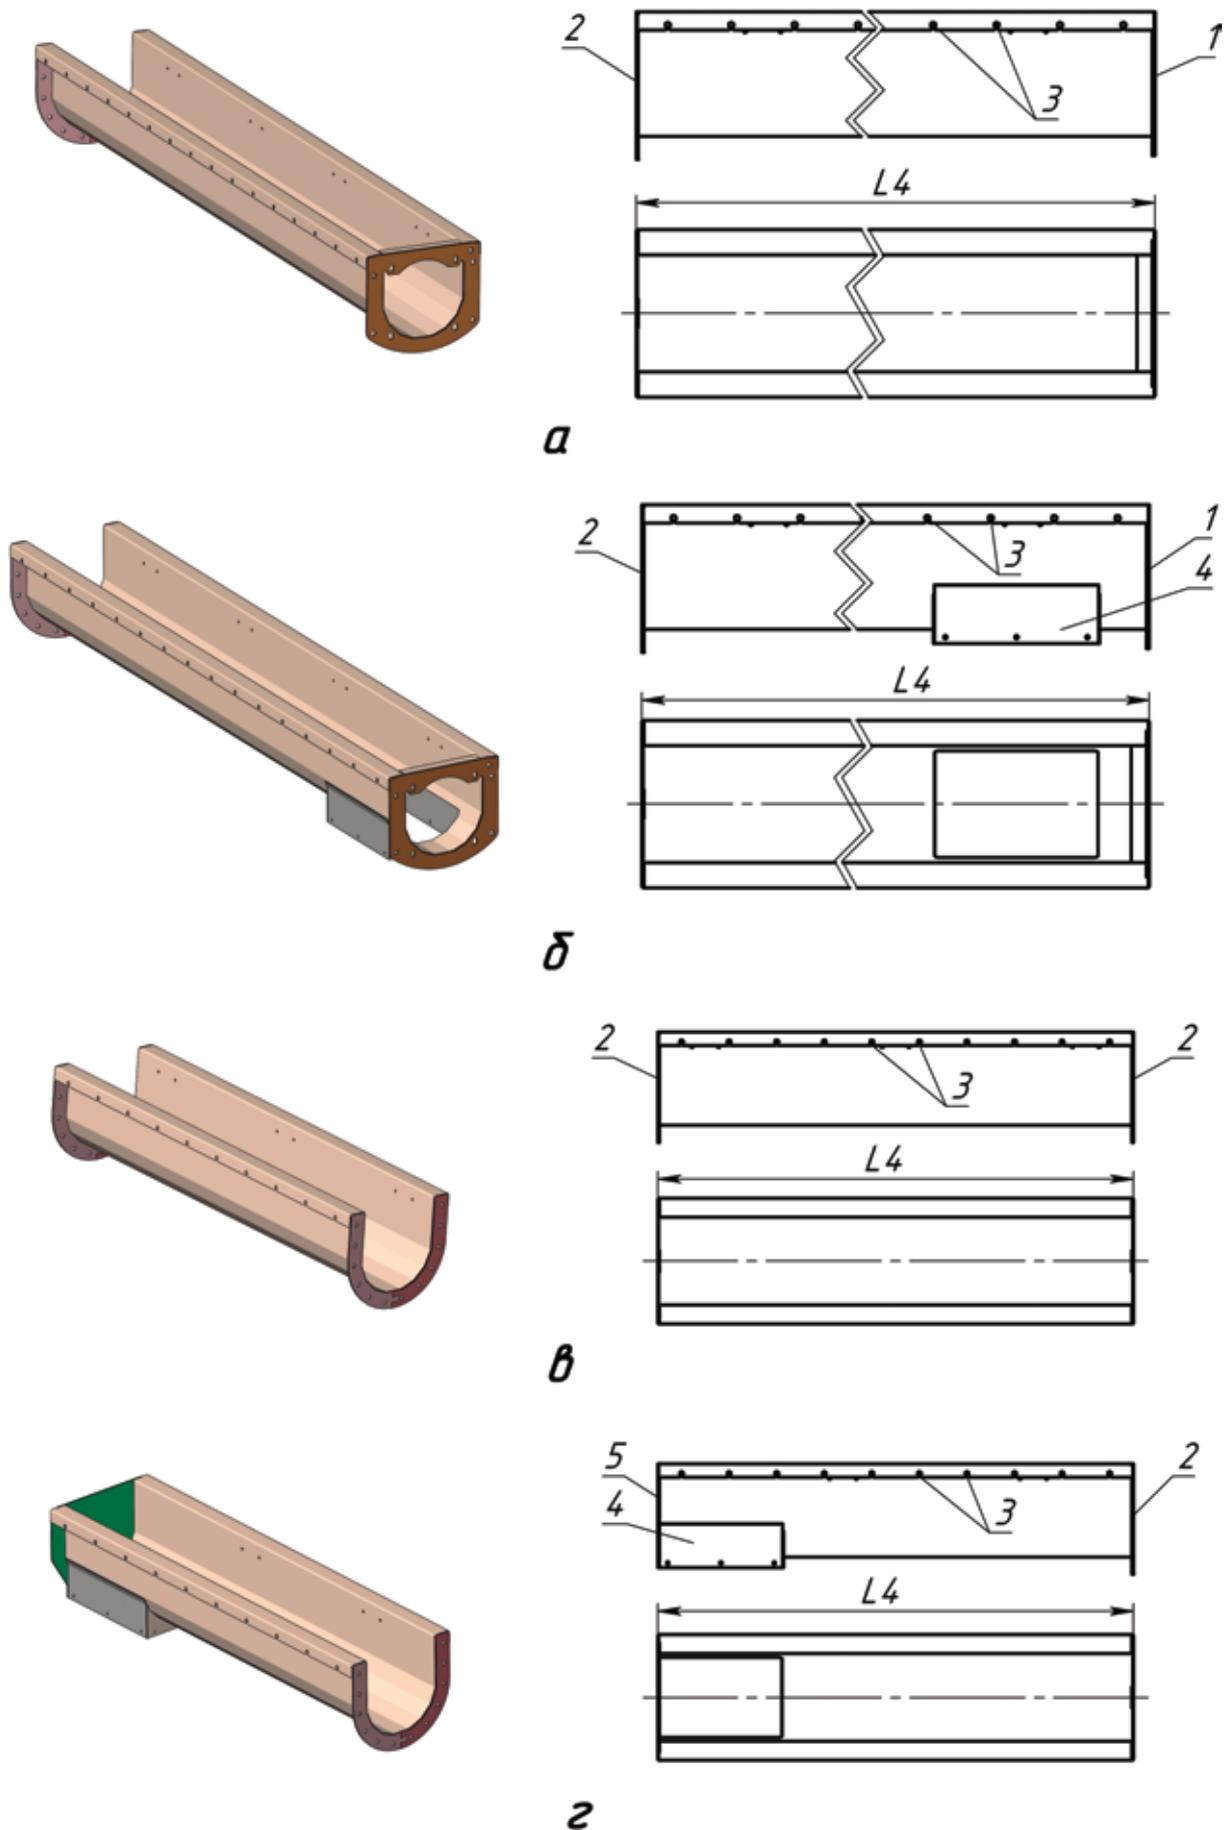

Рис. 4. Секции корпуса конвейера: а – приводная; б – приводная с выгрузкой; в – проходная; г – выгрузная
Секция приводная (рис. 4а) применяется в конвейерах толкающей компоновочной схемы в качестве базовой секции корпуса. С одного торца эта секция имеет фланец крепления привода (1), с другого торца - фланец крепления последующей секции корпуса (2).
Для конвейеров тянущей компоновочной схемы в качестве базовой секции применяется приводная секция с выгрузкой (рис. 4б), отличающаяся наличием выгрузного патрубка 4.
Конвейеры толкающей компоновочной схемы с длиной транспортировки свыше 5 м и тянущей компоновочной схемы длиной свыше 2,5 м оснащаются проходными секциями (рис. 4в), отличающимися наличием фланцев крепления секций с обоих торцов.
При выгрузке вниз в конвейерах толкающей компоновочной схемы длиной свыше 2,5 м конечной является выгрузная секция (рис. 4г), отличающаяся наличием выгрузного патрубка (4) и глухой стенки (5). В конвейерах с горизонтальной выгрузкой конечной является проходная секция (рис. 4в), к торцу которой крепится патрубок выгрузной 9 (рис. 2).
Промежуточные опоры применяются при горизонтальном транспортировании. Их конструкция допускает установку в любом месте по длине конвейера с креплением к отверстиям (3) на бортах секций (рис. 4). Рекомендуемое расстояние между опорами 2...3 м.